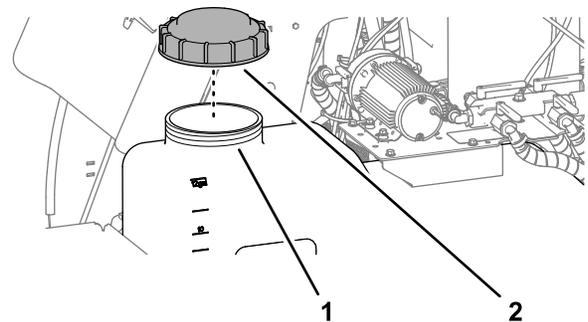

Figure 42
5. Ouvrez le bouchon de la cuve du pulvérisateur (Figure 42).